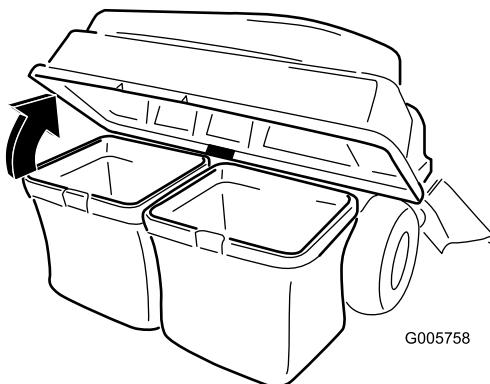

Bild 24
3. Heben Sie die Abdeckung des Heckfangsystems an (Bild 24).